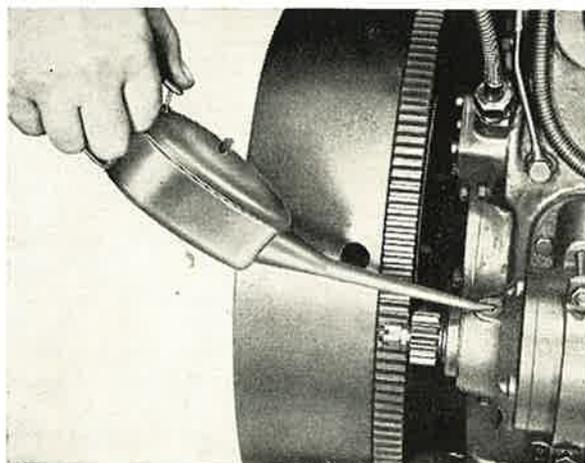

Abb. 70
- b) Das Gleitlager des Anlasserritzels in dem durch eine Schraube verdeckten Deckel muss ab und zu mit gutem Motorenöl geschmiert werden (Abb. 70). Das Kollektorlager erfordert keine Schmierung, denn es hat selbstschmierende Lager. Die Kontaktflächen des Schaltschützes müssen metallisch rein und eben sein, damit sie sich mit ihrer ganzen Fläche berühren. Verunreinigte oder abgebrannte Kontaktbleche sind